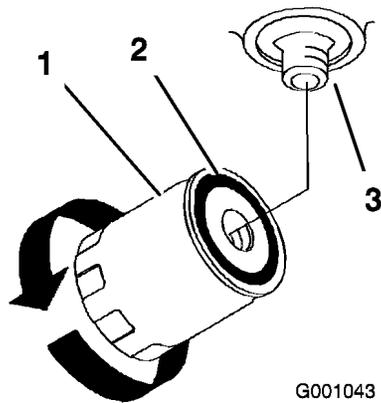

Figure 72
4. Appliquez une fine couche d'huile propre sur le joint en caoutchouc du filtre de rechange (Figure 72).
6. Remplissez le réservoir hydraulique jusqu'à ce que le liquide déborde du filtre. Tournez alors le filtre à huile dans le sens horaire jusqu'à ce que le joint en caoutchouc vienne toucher l'adaptateur du filtre. Serrez ensuite le filtre de 1/2 tour supplémentaire (Figure 72).